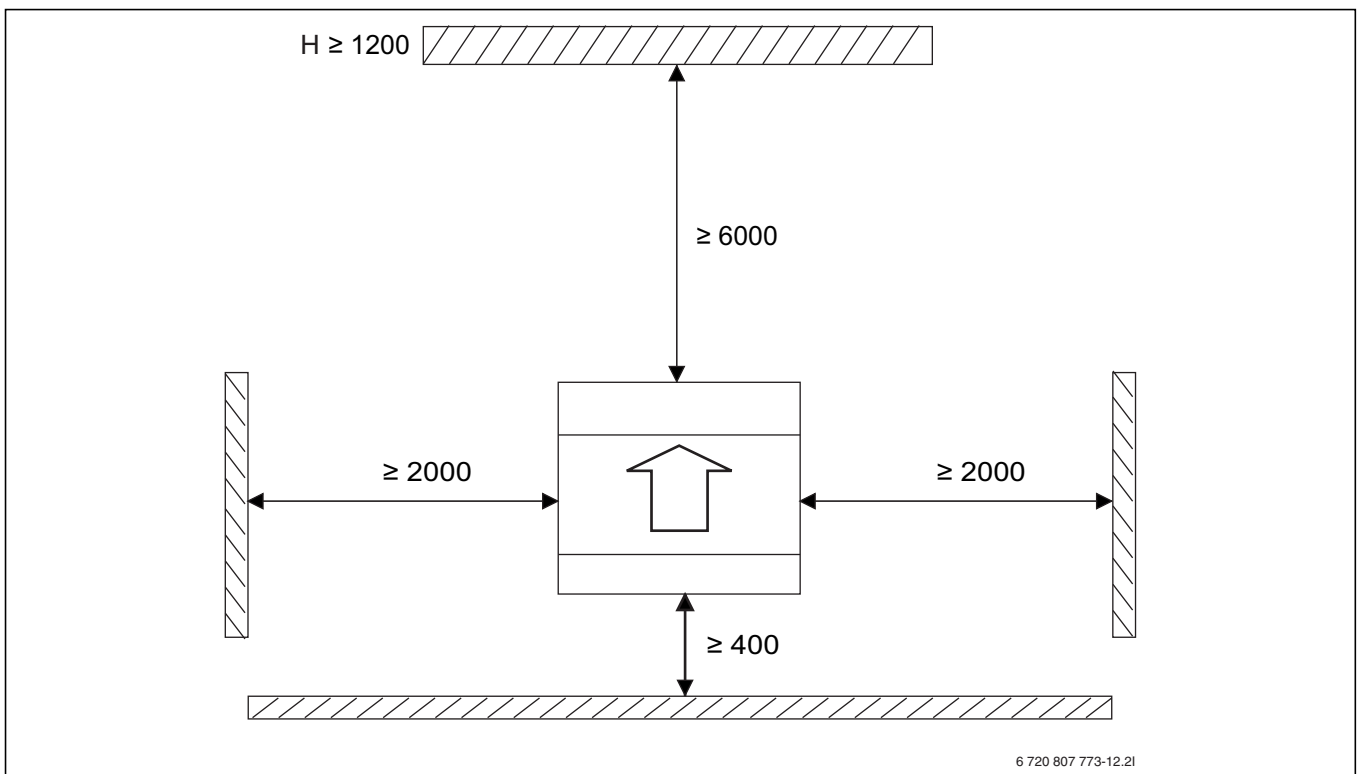

Fig. 11 Distanza minima pompa di calore – ambiente (mm)
- La pompa di calore deve essere libera in modo che l'aria possa scorrere senza ostacoli attraverso l'evaporatore (→ fig. 11).